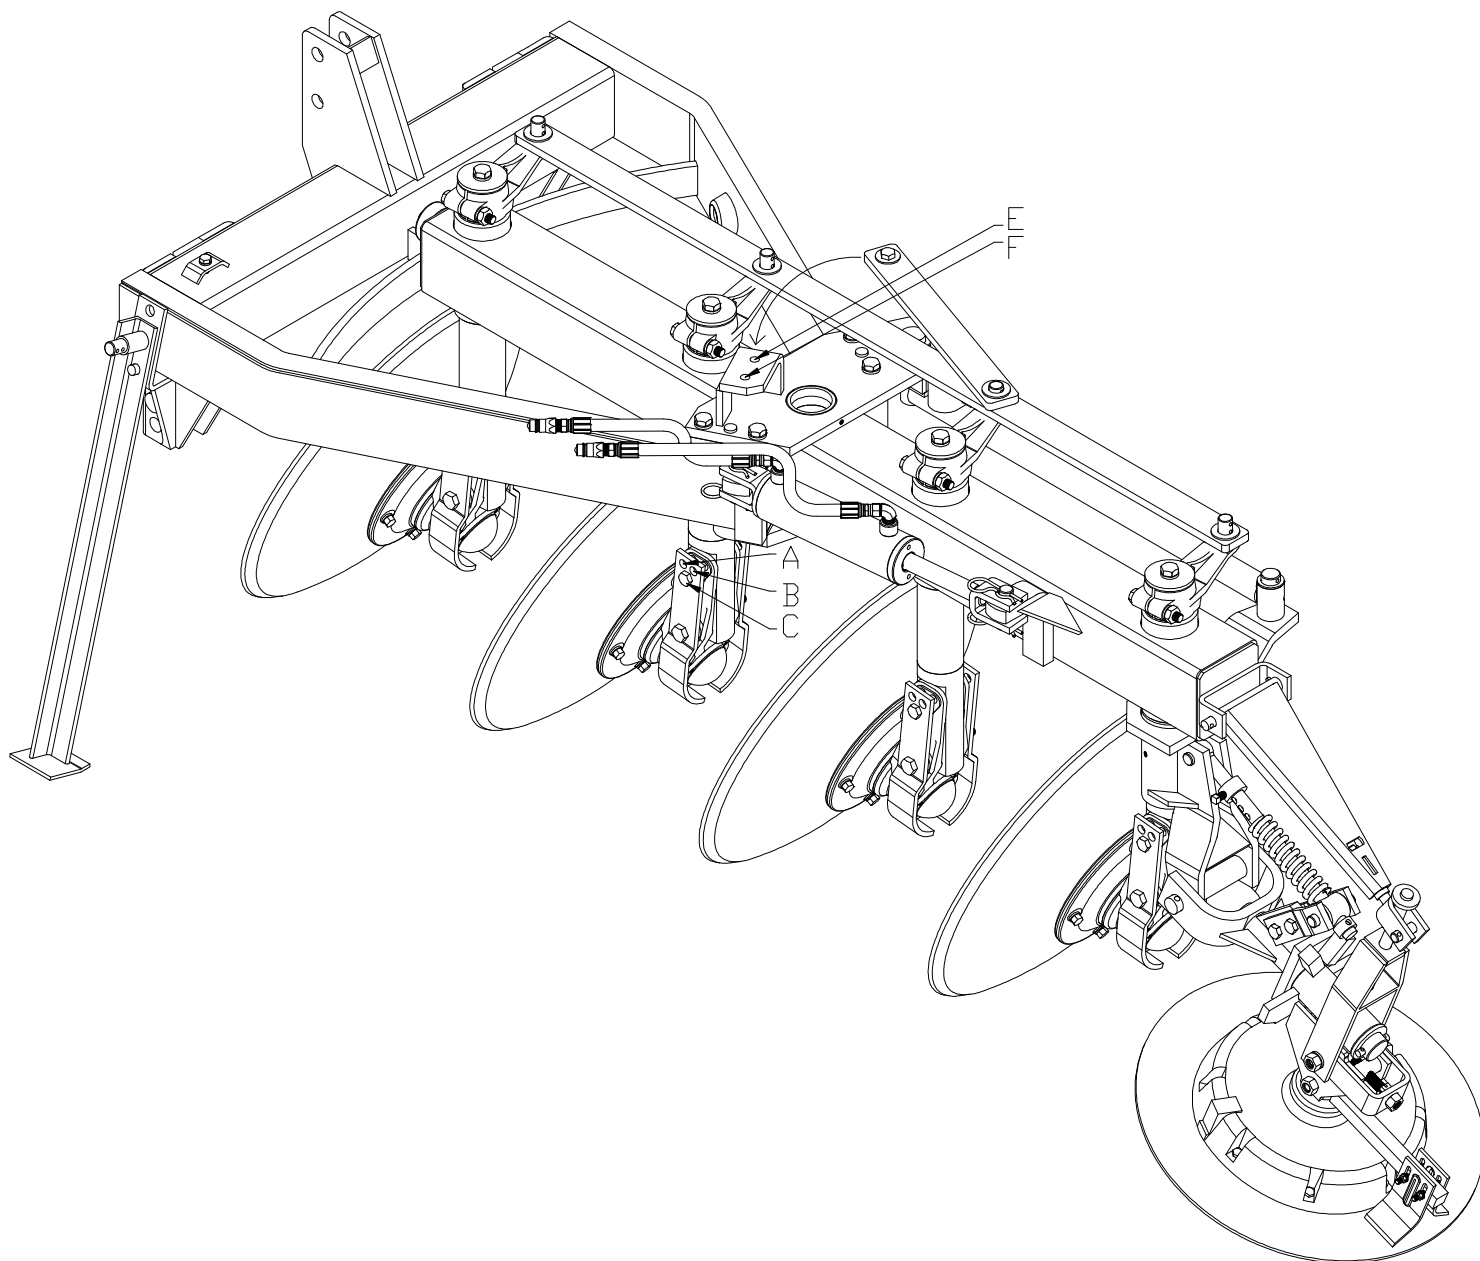

Fig. 2, Ajustes ángulo horizontal y vertical (Ejemplo en 954)
3. Cada disco se puede ajustar individualmente a tres ángulos verticales de corte según las condiciones del suelo cambiando la colocación del perno "C" (Fig. 2) para mantener al bracket y porta disco en cualquiera de las tres posiciones. Inicie por el orificio central "C" (Fig. 2) y ponga el ángulo horizontal de los discos en posición de corte mínimo "F" (Fig. 2).
5. Dependiendo de las condiciones del suelo, es posible obtener una penetración máxima de 41cm. La profundidad de barbecho se puede ajustar a las condiciones del suelo, variando desde arcillas húmedas y pegajosas hasta suelos secos y compactados. En el primer caso incline hacia atrás el disco y ponga el perno en el orificio superior "A" (Fig. 2) y disminuya el ángulo horizontal (Vea el inciso B) a la profundidad de barbecho deseada.
Cuando barbeche suelos duros y secos, incline el disco hacia adelante y ponga el perno en el orificio superior trasero "B" (Fig. 2). Siempre es necesario reajustar la rueda guía, cuando se cambia el ángulo vertical del disco.